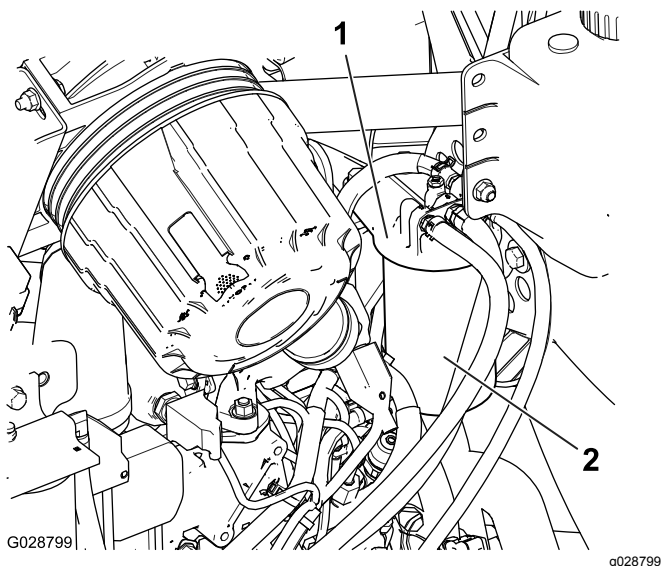

Рисунок 59
1. Очистите поверхность вокруг головки топливного фильтра (Рисунок 59).
2. Снимите фильтр и очистите монтажную поверхность головки фильтра (Рисунок 59).